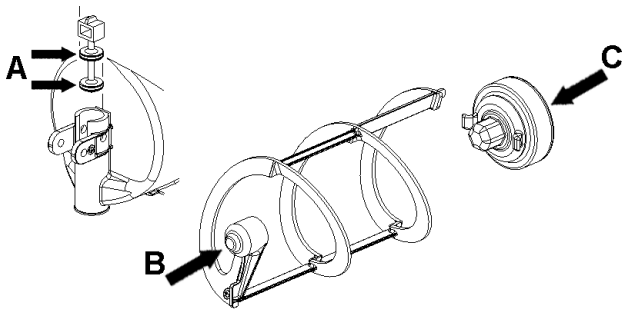

figure 13
- 2 Lubrifier le piston du robinet et le rotor magnétique extérieur (aux points A, B et C indiqués en figure 13) en utilisant uniquement la graisse fournie par le fabricant ou